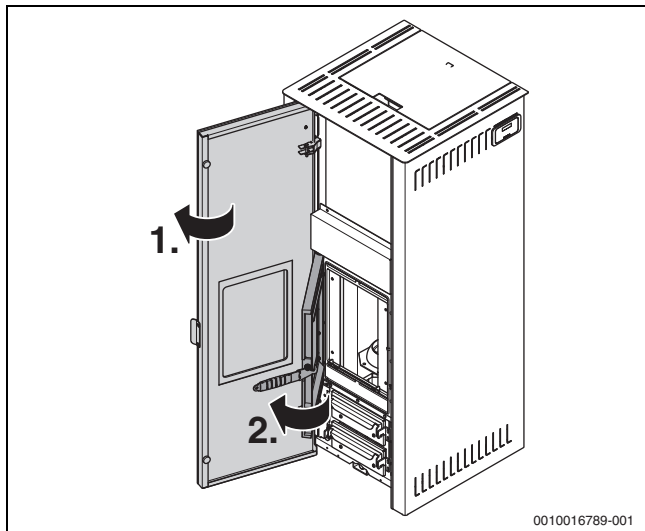

Bild 9 Türen öffnen
- ▶ Türen öffnen (→ Bild 9, 1. und 2.).